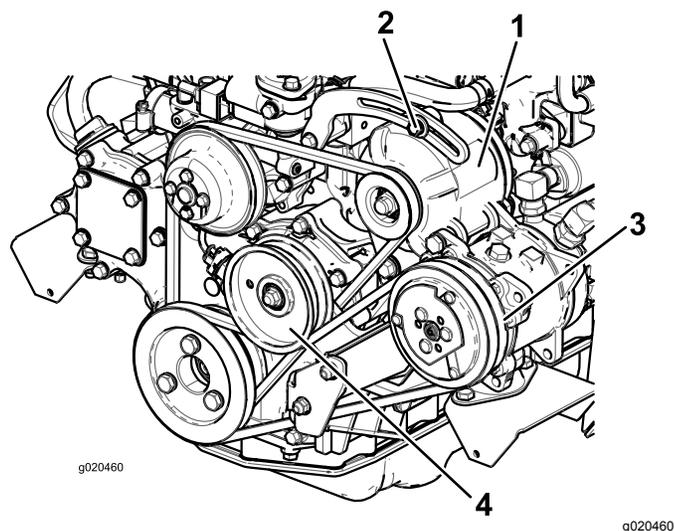

Рисунок 74
Если прогиб не равен 10 мм, ослабьте болты крепления генератора (Рисунок 74).
2. Для установки величины отклонения 10 мм ослабьте болт крепления натяжного шкива (Рисунок 74).